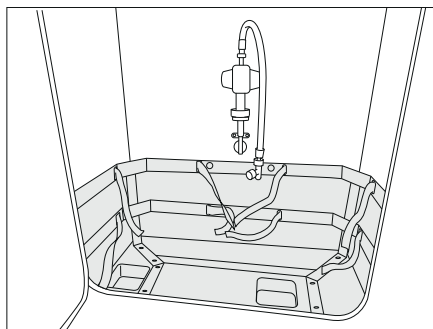
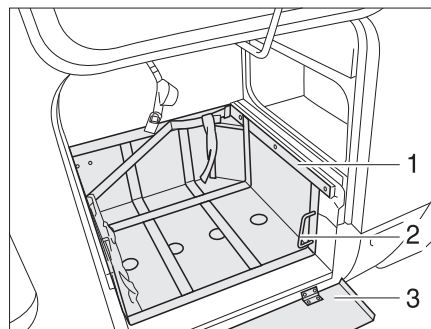

Fig. 239 Caja para bombonas de gas
Fig. 240 Caja para bombonas de gas, con carro extraíble
- Si se dispone de una chapa protectora, plegar la chapa protectora (Fig. 240,3) hacia abajo.
- Desbloquear el carro (Fig. 240,1) a través del tirador (Fig. 240,2).
- Extraer el carro (Fig. 240,3) hasta el tope.
- Girar el tirador (Fig. 240,2) hacia atrás.
- Desbloquear el carro (Fig. 240,3) a través del tirador (Fig. 240,2).
- Introducir el carro (Fig. 240,3) hasta el tope y girar el tirador (Fig. 239,2) hacia atrás.
- Si se dispone de una chapa protectora, plegar la chapa protectora (Fig. 240,1) hacia arriba.